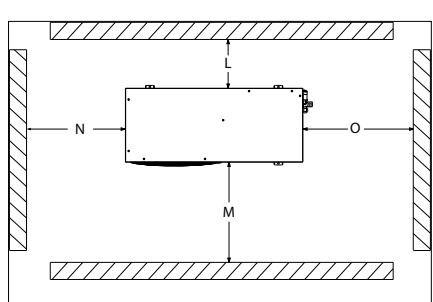

Bild 1: Mindestmontageabstände
- Achten Sie darauf, dass ausreichend Platz um den Verflüssigungssatz gelassen wird, damit die Luft zirkulieren kann und sich sämtliche Türen öffnen lassen. Die Mindestabstände zu den Wänden entnehmen Sie Bild 1.